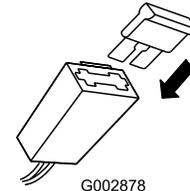

Figure 9
- Placez le fusible (pris dans le sachet de pièces détachées) dans le porte-fusible (Figure 9).